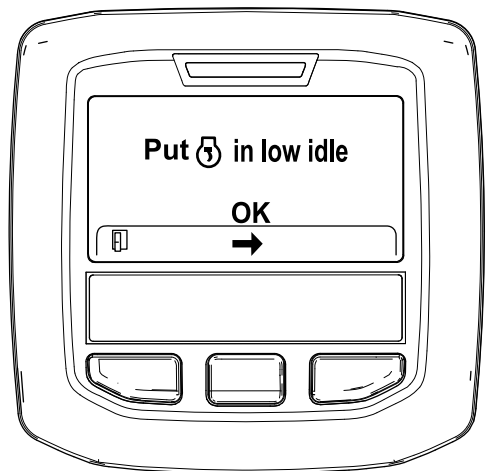

図 52
6. スロットルコントロールを低速アイドル位置にセットして、中央ボタンを押す 図 52。